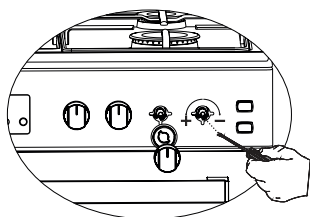

Figure 5
- Pour ajuster votre four en fonction du type de gaz, effectuez le réglage pour une flamme réduite en tournant avec un petit tournevis comme indiqué ci-dessous sur la vis au milieu des robinets à gaz ainsi que les changements du gicleur. (Figure 5 et 6)